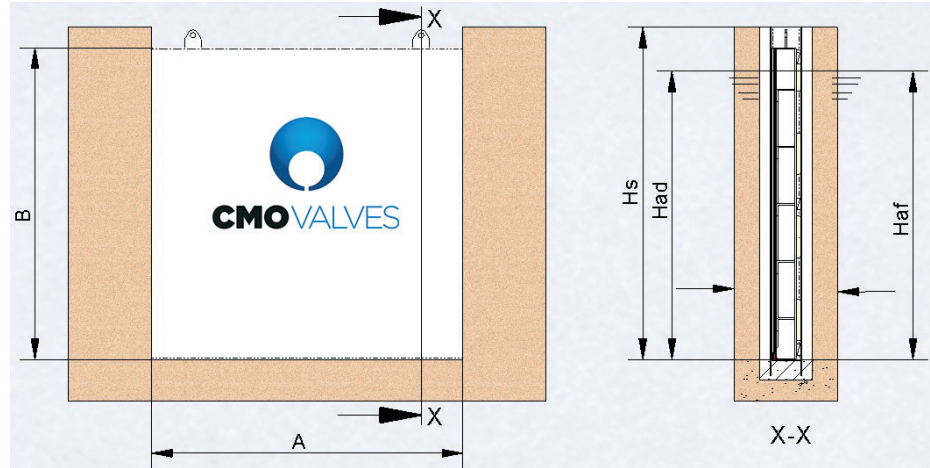
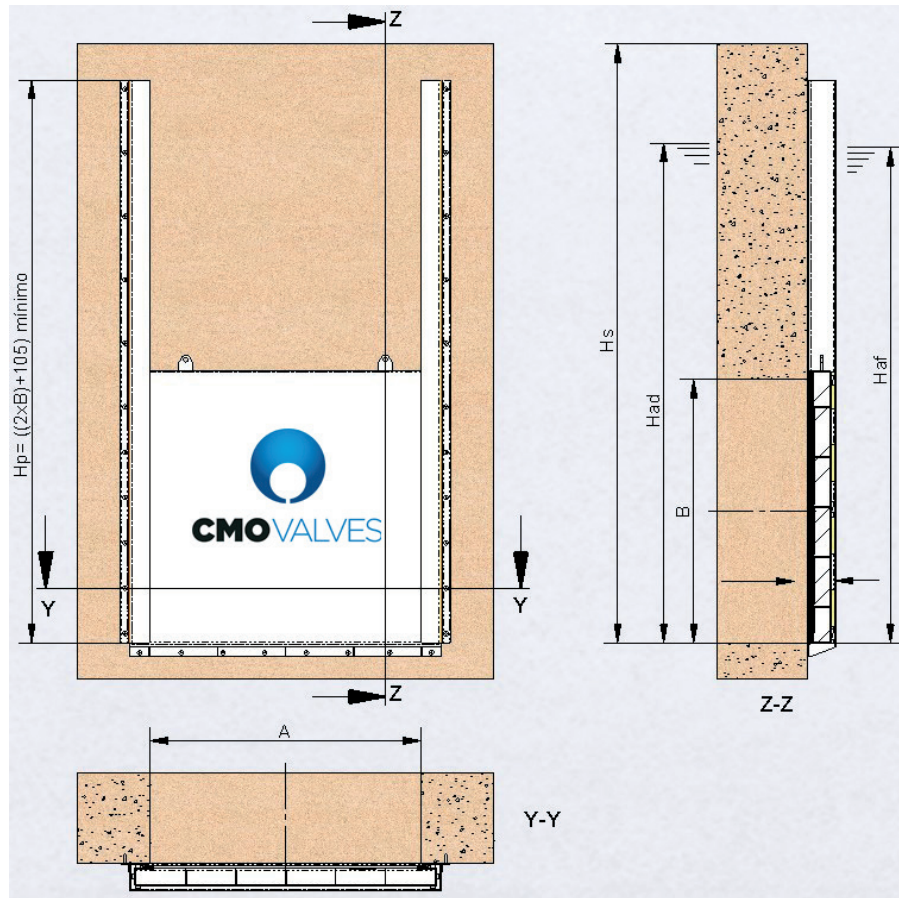

Fig. 11
Fig. 12
Para definir una compuerta ataguía **AT**, necesitamos conocer la anchura y altura del canal o conducto, el sentido de fluido y la carga de fluido que habrá a cada lado de la compuerta. También es preciso conocer la altura del suelo (**Hs**) y si el cierre será a 3 lados (fig. 11) o 4 lados (fig. 12).
A continuación describimos cada cota de la (fig. 11 y 12).
- **Cota A:** Es la que se utiliza para definir la anchura del canal (fig 11) o conducto (fig. 12).
- **Cota B:** Es la que se utiliza para definir la altura del tablero (fig 11) o conducto (fig. 12).